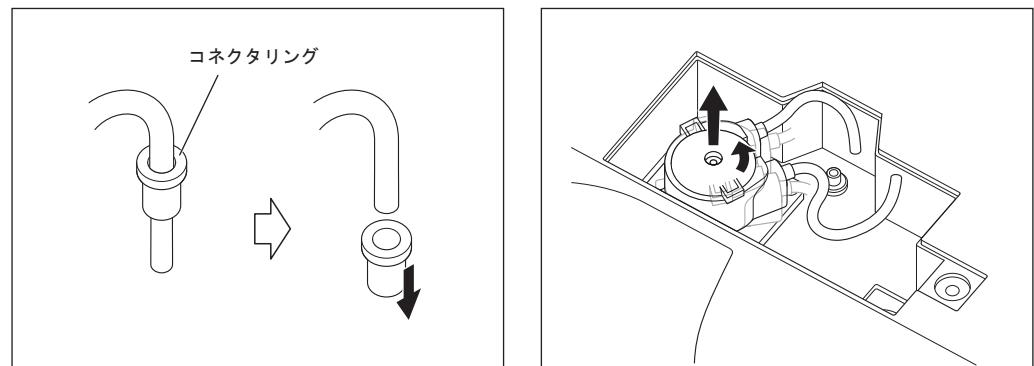

図53
- 4) ポンプチューブからコネクタリングを取り外します。取り外したリングは新しいポンプに使用しますので、なくさないように注意してください（図53）。